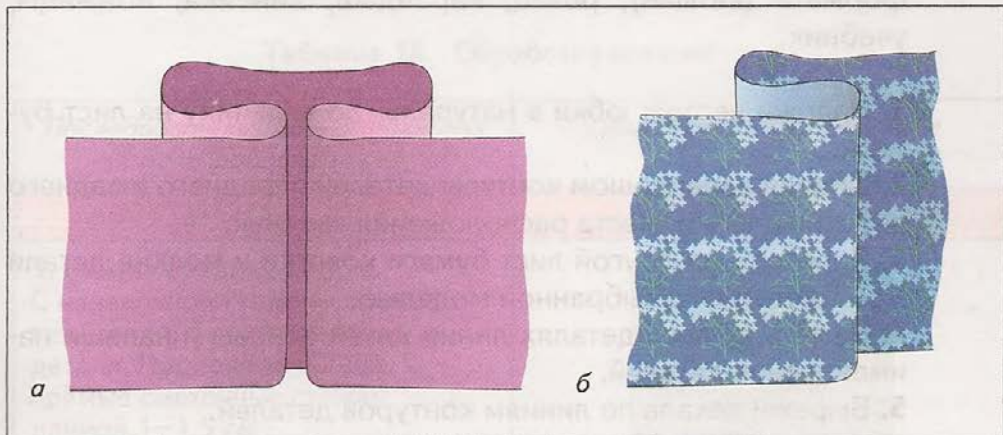

Рис. 40. Встречная (а) и односторонняя (б) складки
*Встречными* называются складки, у которых на лицевой стороне сгибы ткани направлены навстречу друг другу, а на изнаночной — в разные стороны (рис. 40, а).
*Односторонние* — это складки, у которых сгиб ткани на лицевой стороне направлен в одну сторону, а припуск на складку с изнаночной стороны — в другую (рис. 40, б).